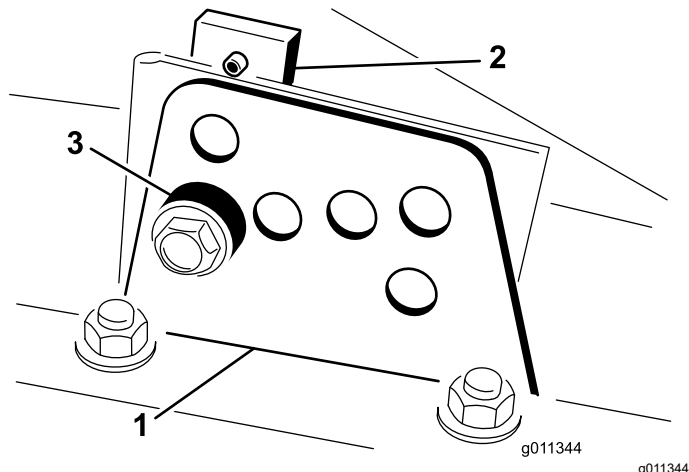

Bild 25
2. Lockern Sie die Schrauben, mit denen die Schnitthöhenhalterungen an der Schnitthöhenplatte (vorne und an beiden Seiten) befestigt sind, siehe (Bild 25).
4. Entfernen Sie das Distanzstück, während Sie gleichzeitig die Kammer abstützen (Bild 25).